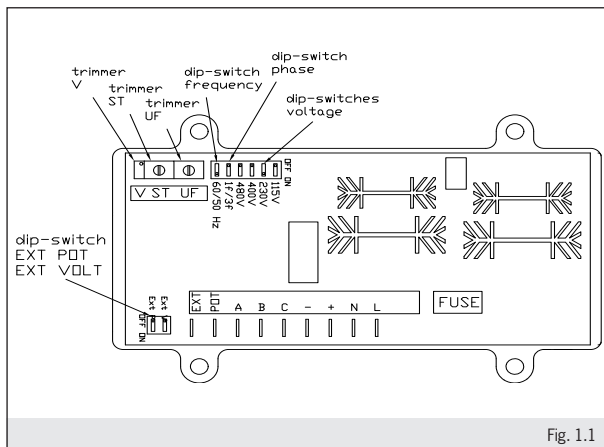
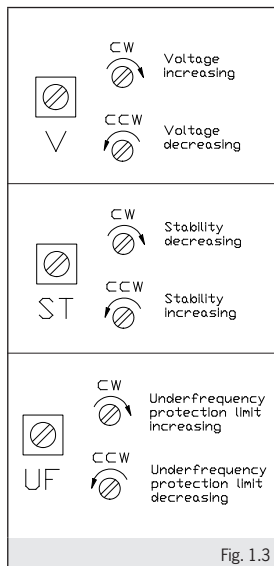
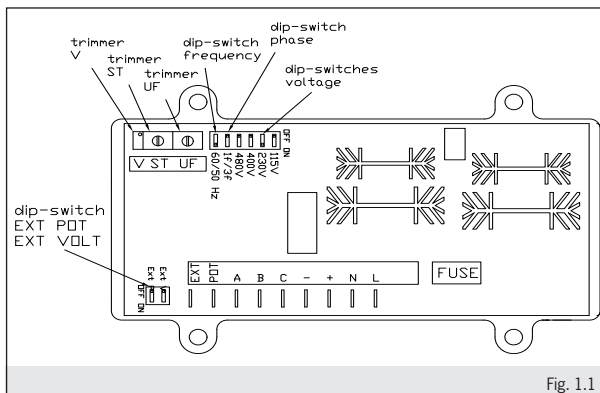

Fig. 1.1
Fig. 1.3
Fig. 1.1
The output voltage can be changed by adjusting potentiometer "V" (see fig.1.1, fig. 1.3) . Run the generating set to its nominal speed and turn until the required voltage is obtained. If a small variation in speed causes a change in voltage, then the under speed protection should first be calibrated.
Il est possible de modifier la tension de sortie en agissant sur le potentiomètre « V » (voir fig.1.1, fig. 1.3). Avec le groupe en marche à la vitesse nominale, régler jusqu'à l'obtention de la valeur désirée. Si à une petite variation de vitesse la tension varie, il faut régler d'abord la protection de sous-vitesse.
Les interrupteurs de tension de détection («dip-switches voltage» sur la fig.1.1) doivent être réglés comme suit:
Regolazione della stabilità (vedi fig.1.1, fig. 1.3): qualora si dovesse verificare delle fluttuazioni di tensione a carico, è possibile agire sul potenziometro "ST" che modula la prontezza di risposta del regolatore agli stimoli esterni, permettendo di eliminare eventuali instabilità del sistema alternatore - carico.
Regolazione della protezione della sottovelocità a 50 (60)Hz (vedi fig.1.1, fig. 1.3): portare il gruppo in rotazione regolandolo in modo da ottenere una frequenza di 46 (56) Hz. Ruotare il trimmer "UF" fino al punto in cui la tensione inizia a calare. Riportare il gruppo alla velocità nominale.
Regolazione tensione a distanza: collegare ai capi liberi "EXT POT" il potenziometro (5kOhm, 1/2 W). Impostare il "dip-switch Ext P" in posizione "ON" e "Ext V" in posizione "OFF" (vedi figura 1.1). Portare il gruppo alla velocità nominale e agire sul potenziometro esterno ed eventualmente anche sul trimmer "V" per ottenere la tensione voluta (fig. 1.1, fig. 1.3).
Stability adjustment (see fig. 1.1, fig. 1.3): if on load voltage fluctuations are experienced adjust potentiometer "ST", which modulates the reaction time of the regulator to external inputs, thereby eliminating any instability in the alternator-load system.
Setting of the under speed protection at 50 (60)Hz (see fig.1.1, fig. 1.3): start up rotation of the generating set adjusting it to obtain a frequency of 46 (56)Hz. Turn trimmer "UF" until the voltage begins to drop. Restore nominal speed.
Remote voltages adjustment: wire the potentiometer (5kOhm, 1/2W) to the free terminals "EXT POT". Set the "dip-switch Ext P" to the "ON" position and "Ext V" to the "OFF" position (see fig. 1.1). Run the generating set to its nominal speed and adjust the external potentiometer and eventually also the trimmer "V" to obtain the required voltage (fig. 1.1, fig. 1.3).
Contrôle de la stabilité (voir fig. 1.1, fig. 1.3): si des fluctuations de tension sous charge devaient se vérifier, il est possible d'agir sur le potentiomètre "ST" qui module la rapidité de réponse du régulateur aux stimulations extérieures, en permettant d'éliminer les éventuelles instabilités du système alternateur - charge.
Réglage de la protection de la sous-vitesse à 50 (60) Hz (voir fig. 1.1, fig. 1.3): porter le groupe en rotation en le réglant de manière à obtenir une fréquence de 46 (56) Hz. Tourner le trimmer « UF » jusqu'au point où la tension commence à baisser. Reporter le groupe à la vitesse nominale.
Raccordement d'un potentiomètre extérieur: enlever le cavalier des bornes et connecter le potentiomètre (5 kΩ, 0,5 W) aux extrémités libres "EXT POT". Placez le commutateur «dip-switch Ext P» sur la position «ON» et «Ext V» sur «OFF» (voir fig. 1.1). Porter le groupe à la vitesse nominale et agir sur le potentiomètre externe et éventuellement sur le trimmer «V» afin d'obtenir la tension désirée (voir fig. 1.1, fig. 1.3).
Die Ausgangsspannung kann am Potentiometer "V" verändert werden (Siehe Abb. 1.1, Abb. 1.3). Bei mit Nenndrehzahl laufendem Aggregat auf den gewünschten Wert regulieren. Wenn bei geringfügiger Veränderung der Drehzahl auch die Spannung variiert, muss zunächst der Unterdrehzahlschutz reguliert werden. Die Schalterspannungsschalter ("dip-switches voltage" in Abb. 1.1) müssen wie folgt eingestellt werden:
Es posible modificar la tensión de salida actuando en el potenciómetro "V" (fig. 1.1, fig. 1.3). Con el grupo en movimiento a velocidad nominal, regular hasta obtener el valor deseado. Si con una pequeña variación de velocidad la tensión cambia, es necesario en este caso regular en primer lugar la protección de subvelocidad. Los dip-switches de la tensión de detección ("dip-switches voltage" en la figura 1.1) se deben configurar de la siguiente manera.
Stabilitäts Control (Siehe Abb. 1.1, Abb. 1.3): sollten Spannungsschwankungen unter Last auftreten, kann auf den Potentiometer “ST” eingewirkt werden, welcher die Reaktion des Reglers auf externe Reize moduliert, so dass eventuelle Instabilitäten des Systems Drehstromgenerator – Last beseitigt werden.
Regelung der Unterdrehzahl auf 50 (60)Hz (Siehe Abb. 1.1, Abb. 1.3): das Aggregat drehen lassen und so einstellen, dass eine Frequenz von 46 (56)Hz erreicht wird. Den Trimmer “UF” auf den Punkt stellen, an dem die Spannung beginnt abzufallen. Das Aggregat auf Nenndrehzahl bringen.
Remote Spannungsanpassung: anschließen die Potentiometer (5kOhm, ¼ W) an den Klemmen “EXT POT”. Stellen Sie den entsprechenden DIP-Schalter auf „ON” (siehe Abb. 1.1). Den Trimmer “V” bis zum Anschlag im Gegenuhrzeigersinn drehen. Das Aggregat auf Nenndrehzahl bringen und auf das externe Potentiometer und möglicherweise auch auf dem Trimmer „V” einwirken, bis die gewünschte Spannung erreicht ist (Abb. 1.1, Abb. 1.3).
Control de Estabilidad (fig. 1.1, fig. 1.3): si se produjeran fluctuaciones de tensión bajo carga, se puede actuar en el potenciómetro “ST” que modula la inmediatez de respuesta del regulador a los estímulos externos, eliminando eventuales inestabilidades del sistema alternador - carga.
Regulación de la subvelocidad a 50 (60) Hz (fig. 1.1, fig. 1.3): hacer girar el grupo regulándolo de manera que la frecuencia obtenida sea de 46 (56) Hz. Girar el trimmer “UF” hasta el punto en que la tensión empiece a disminuir. Poner de nuevo el grupo a la velocidad nominal.
Conexión de un potenciómetro externo (5kOhm, 0,5 W): conectar los cables libres “EXT POT” del potenciómetro. Coloque el interruptor dip-switch correspondiente en la posición “ON” (vea la figura 1.1). Llevar el grupo a la velocidad nominal y actuar en el potenciómetro externo y posiblemente también en el potenciómetro “V” hasta la tensión deseada (fig. 1.1, fig. 1.3).